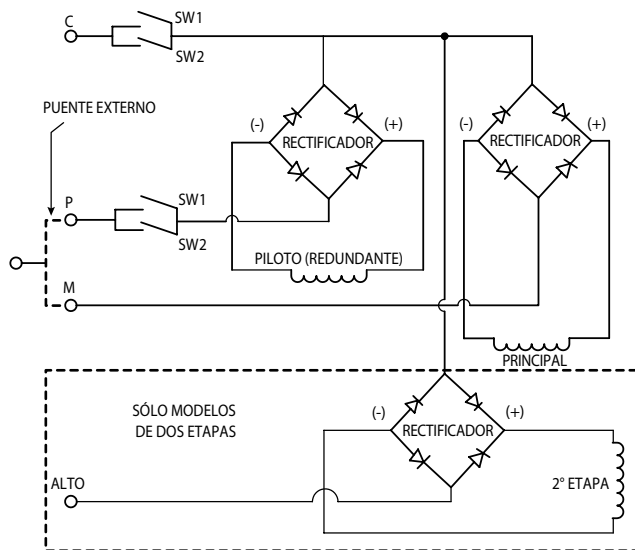

Figura 1. Conexiones internas e identificación de terminales de la válvula de gas
Estas válvulas se envían con un cable de puente externo instalado para aplicaciones de gas sin piloto. Para aplicaciones que requieren gas con piloto, como sistemas de piloto intermitente o de chispa a piloto, retire el cable del puente externo de la terminal principal (M) y de la terminal de piloto (P) de la válvula (vea la figura 1).